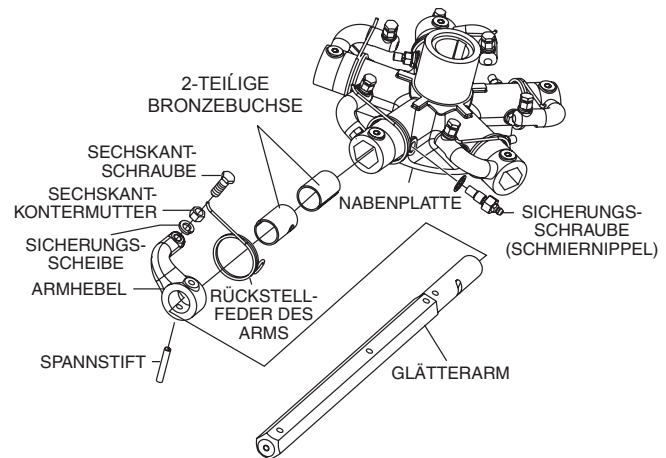

Abbildung 36. Entfernen von Spannstift und Schmiernippel
2. Jeder Glättarm wird von der Nabenplatte (Abbildung 36) durch eine Sechskantschraube (mit Schmiernippel) und einem Spannstift gehalten. Entfernen Sie die Sechskantschraube sowie den Spannstift von der Nabenplatte.